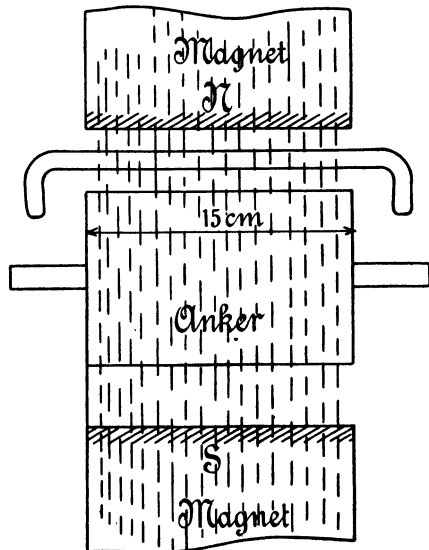

Fig. 37.
135. Ein Draht eines Trommelankers wird von einem Strome von 40 [30] (160) A durchflossen und befindet sich auf 15 [18] (30) cm Länge in einem magnetischen Felde von 5000 [6000] (9000) (c, g, s) Einheiten-Dichte. Mit welcher Kraft wird der Stab senkrecht zu den Kraftlinien fortgetrieben? (Fig. 37.)